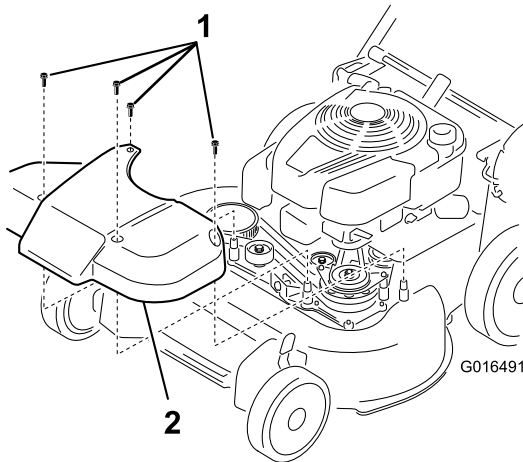

Figure 35
1. Déposez le couvercle du système d'entraînement des lames (Figure 35).